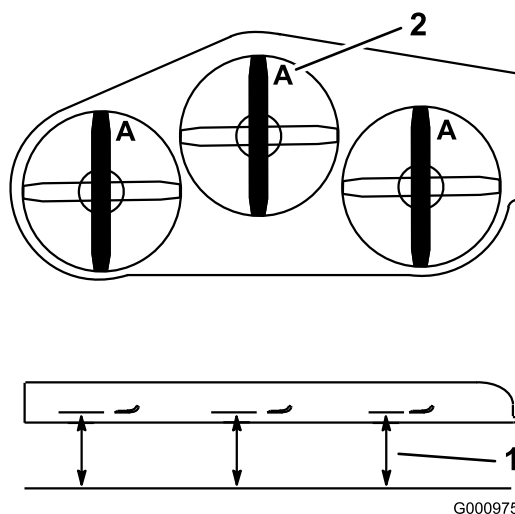

Figure 91
4. Mesurez au point **A** et entre la surface plane et le bord coupant des pointes des lames (Figure 91).